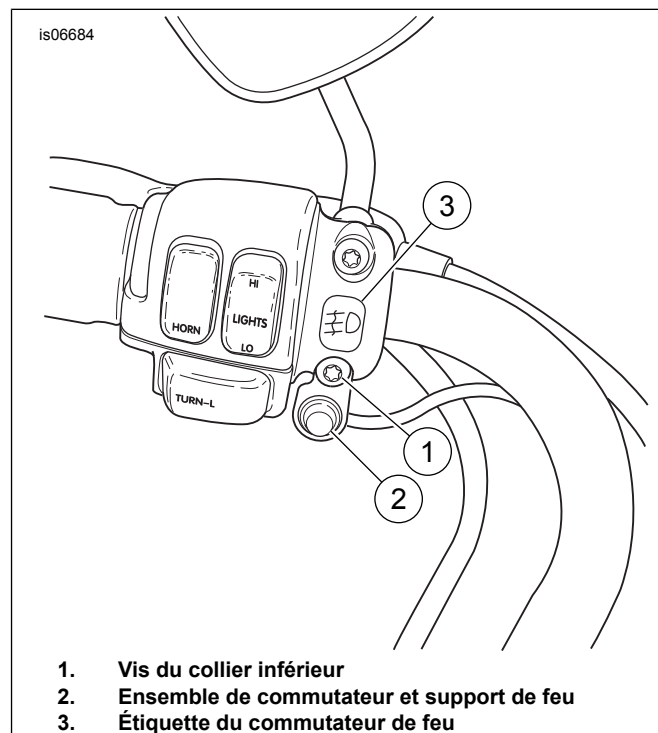

Figure 6. Installer le commutateur de feu (modèles de 1996 et plus récents illustrés)
16. Voir Figure 6. Retirer la vis inférieure (1) et la rondelle du collier de commande d'embrayage et installer l'ensemble de commutateur de feu et de support (2). Installer la vis et la rondelle et serrer à un couple de 7–9 N·m (60–80 in-lbs). **Pour les applications internationales** : Placer l'étiquette de commutateur de feu antibrouillard (3) sur la bride de commande d'embrayage.